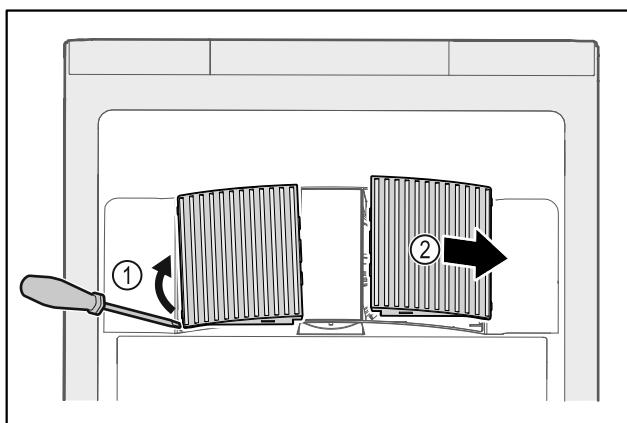

Fig. 227
- Ventilatorabdeckungen vorsichtig von der Seite herausheben Fig. 227 (1) und nach vorne abnehmen Fig. 227 (2).